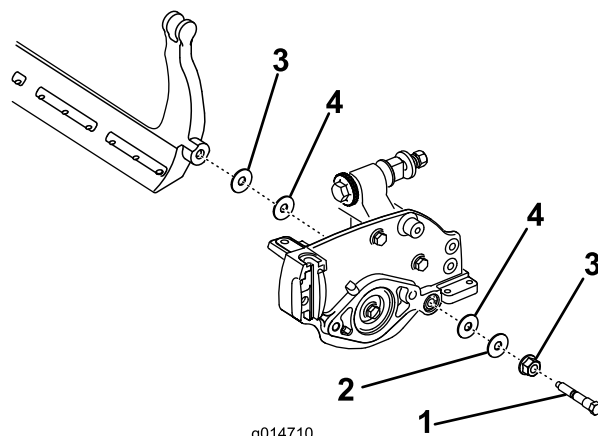

図 19
4. 各ベッドバー・ボルトを抜いて、ベッドバーを下に引き抜いて外す。ベッドバーの両端にナイロン・ワッシャとスチール・ワッシャが2枚ずつあるので注意する（図 19）。